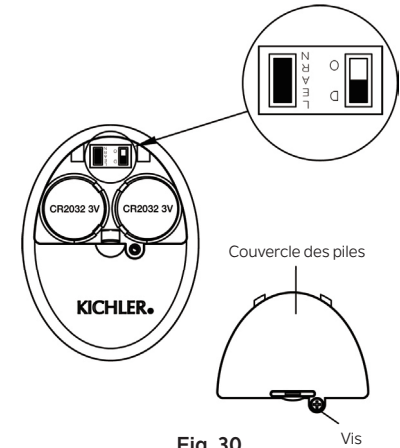

Fig. 30
Sinon, la télécommande ne fonctionnera pas. Pour effectuer ce processus manuellement, suivez les étapes ci-dessous : Après l'installation et le câblage de l'unité, rétablissez l'alimentation de votre ventilateur, appuyez sur la touche « LEARN » et maintenez-la enfoncée pendant 1 à 3 secondes, le ventilateur se mettra en marche à vitesse moyenne et la lumière (si installée) s'allumera. Cela confirme que le processus d'apprentissage est terminé. Cette opération doit être effectuée dans les 30 secondes suivant la remise sous tension du ventilateur. (Fig. 30)
**REMARQUE :** Assurez-vous que l'interrupteur à glissière dans le compartiment à piles marqué « D O » est en position « D ». (Fig. 30)
**Étape 4.** Remettez le couvercle de la pile et serrez avec un tournevis. (Fig. 30)